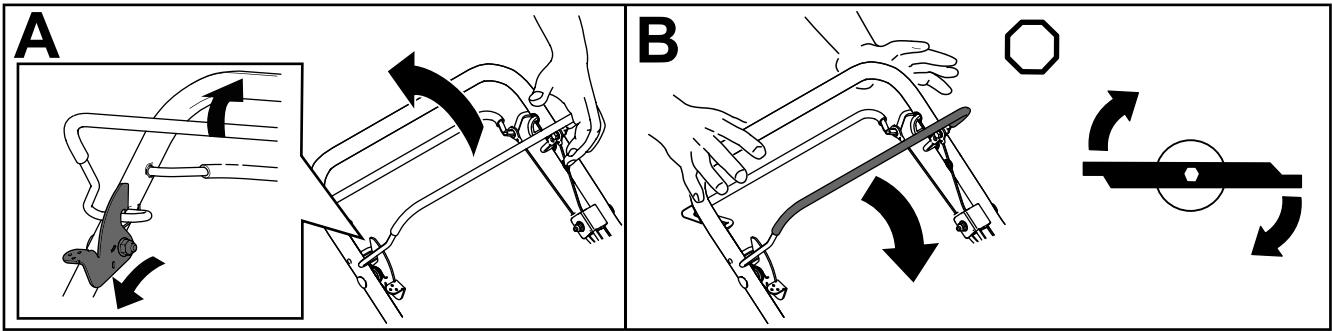

Figura 17
1. Empuje la palanca de bloqueo de la barra de control de las cuchillas hacia adelante para liberar la barra de control de las cuchillas (Figura 17, A).
2. Tire de la barra de control de las cuchillas hacia el manillar y suelte la palanca de bloqueo de la barra de control de las cuchillas; las cuchillas deben engranarse (Figura 17, A).
3. Suelte la barra de control de las cuchillas para desengranar las cuchillas (Figura 17, B). La palanca de bloqueo de la barra de control de las cuchillas volverá a su sitio original para bloquear la barra de control de las cuchillas.